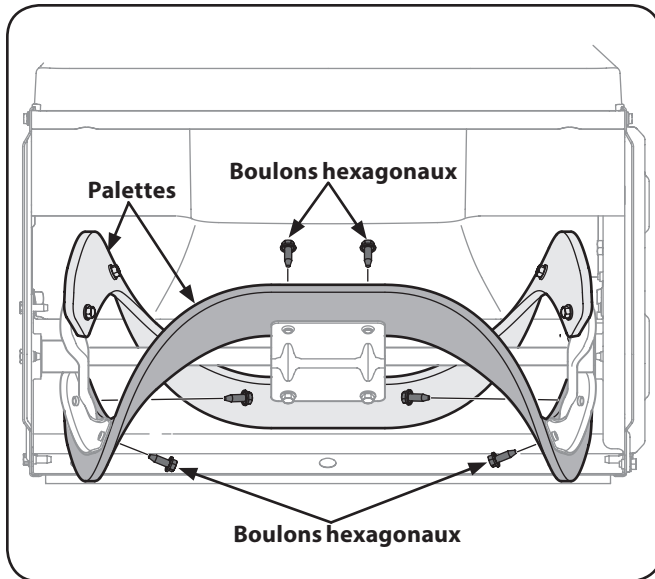

Figure 7-4
1. Pour retirer les palettes, dévissez les boulons hexagonaux qui les retiennent à la partie en métal. Voir Figure 7-4.